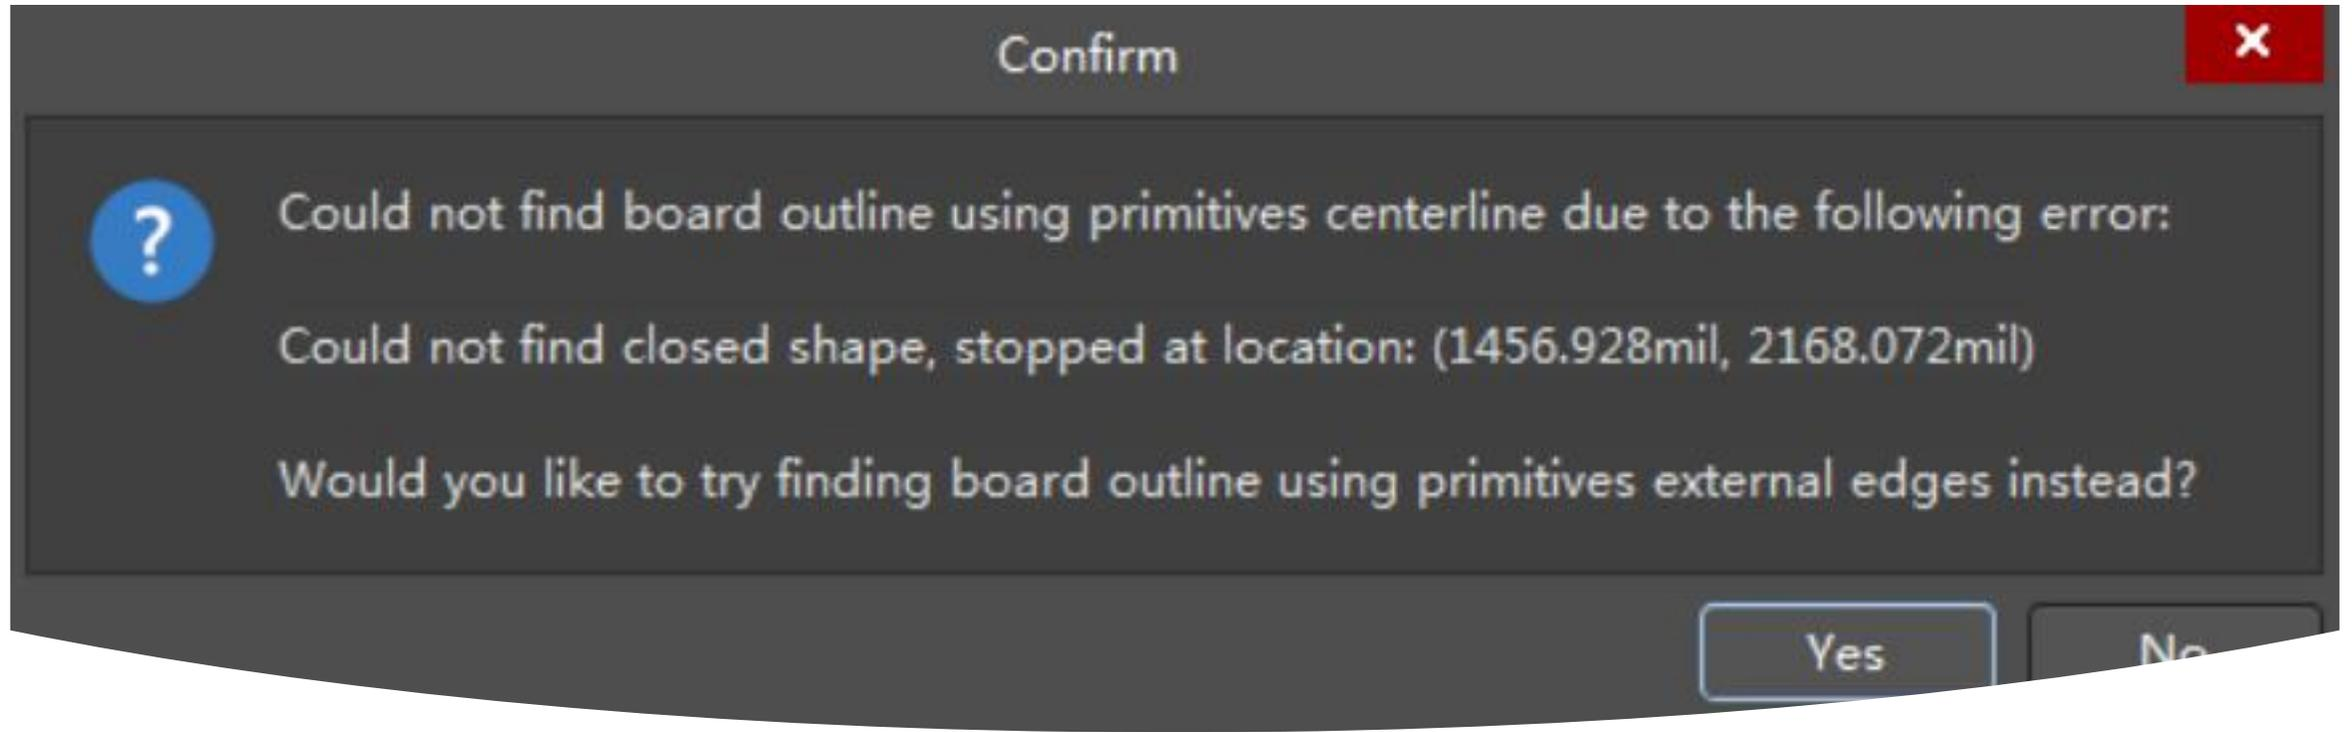

图5-62出现一个对话框
(11) 执行该命令后的结果如图所示。弹出一个对话框，如图5-62所示。